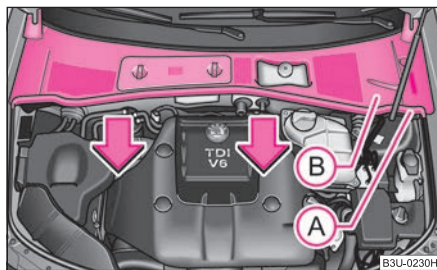

Abb. 180 Motorraum: Wasserkasten-Abdeckung
- Ziehen Sie die Dichtung (A) ab und nehmen Sie die Wasserkasten-Abdeckung (B) in Pfeilrichtung heraus ⇒ Abb. 180.